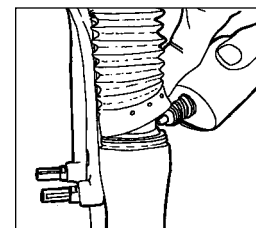

Fig. 4
1. Pulire le superfici esterne e l'area della guarnizione Resi-wiper e del tubo superiore. Applicare da due a tre gocce di olio addizionato a teflon all'altezza della guarnizione Resi-wiper dei tubi superiori (vedi Fig. 4).